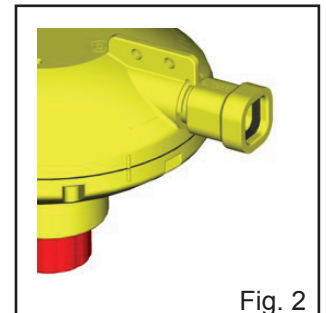

Fig. 2
- Coloque la pieza de transición (1) en la abertura (3). Gire la pieza de transición de tal manera que la barra del adaptador se atasca en la ranura del regulador de presión (fig. 2).